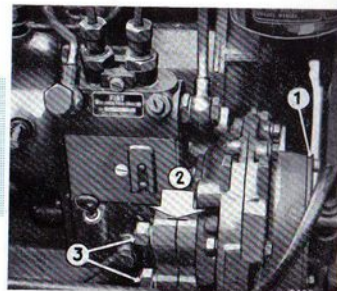

FIG. 35.
- Enlever le couvercle avant (1, fig. 35) ; à travers cette ouverture desserrer les 4 vis de fixation du manchon d'entraînement sur le pignon de commande (fig. 36) ;
- Pousser la bride de la pompe contre son siège et faire coïncider les repères gravés sur le bord des 2 flasques (2, fig. 35). Bloquer ensuite la pompe à l'aide des 4 écrous (3, fig. 35) ;